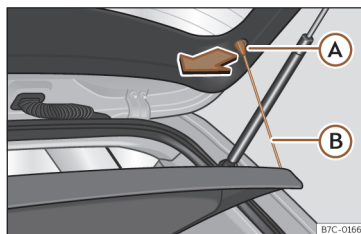

Fig. 134 En el maletero: desmontar y montar la bandeja.
- Desenganche los tirantes de sujeción >>> **fig. 134 B** de los alojamientos **A**.
- Enganche los tirantes de sujeción >>> **fig. 134 B** en el portón trasero.